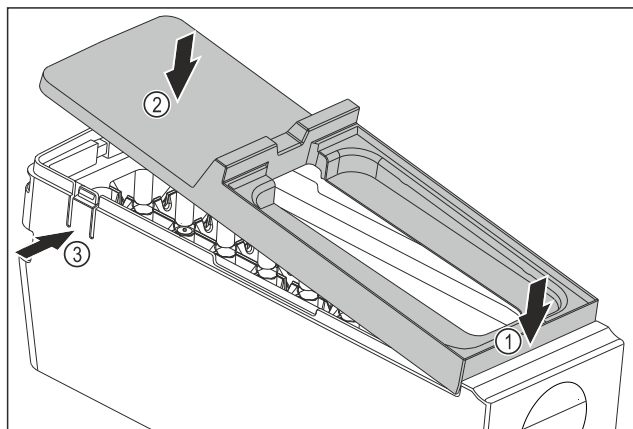

Fig. 80
- ▶ 安装 EasyTwist-Ice 机身的盖板：放置盖板前部。 Fig. 80 (1)
- ▶ 降下盖板后部。 Fig. 80 (2)
- ▷ 盖板卡入到两个接片 Fig. 80 (3)中，可以听见声音。